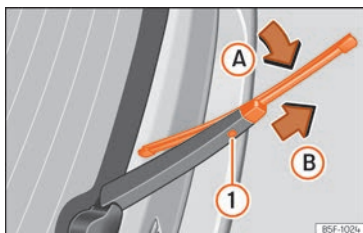

Fig. 41 Cambio de la escobilla de la luneta trasera.
- Rote la escobilla ligeramente » **fig. 41** (flecha A).
- Mantenga presionada la tecla de desbloqueo ❶ tirando de la escobilla en el sentido de la flecha B.
- Inserte en el brazo limpialuneta una escobilla nueva **de la misma longitud y tipo**, en sentido contrario a la flecha B hasta que encastre la tecla ❶.